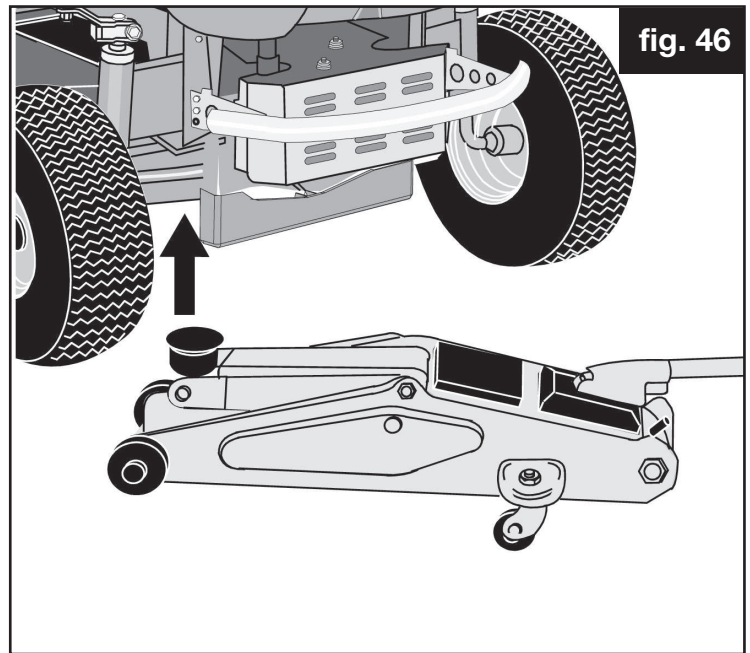

fig. 46
Dépose de la roue avant (Fig. 46)
- ✓ Placez un cric sous l'essieu avant au point de levage, comme illustré à la Fig 46 (du côté correspondant à la roue que vous souhaitez retirer). Soulevez le tracteur au cric jusqu'à ce que la roue à déposer soit décollée du sol.